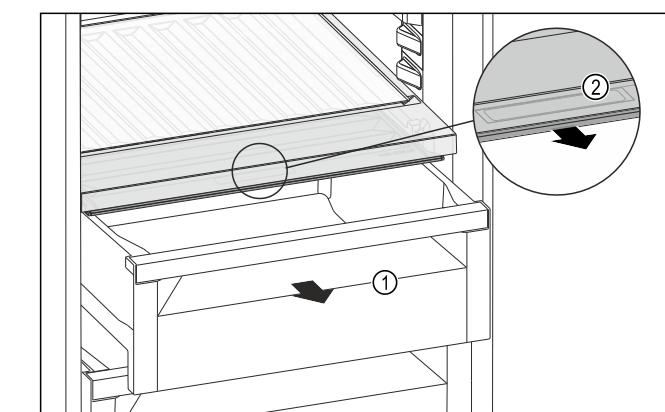

Fig. 228
- ▶ Zásuvku Fig. 228 (1) vytáhněte.